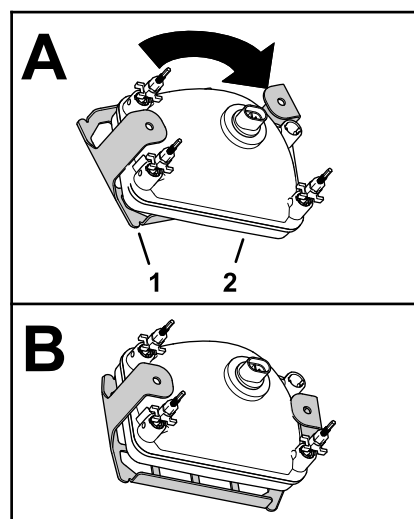

Figura 45
4. Montate le protezioni dei fari sui fari, come illustrato nella Figura 45.
7. Fissate la protezione del faro alle relative staffe di montaggio (Figura 45) con i 4 bulloni a testa flangiata (5/16" x 5/8").